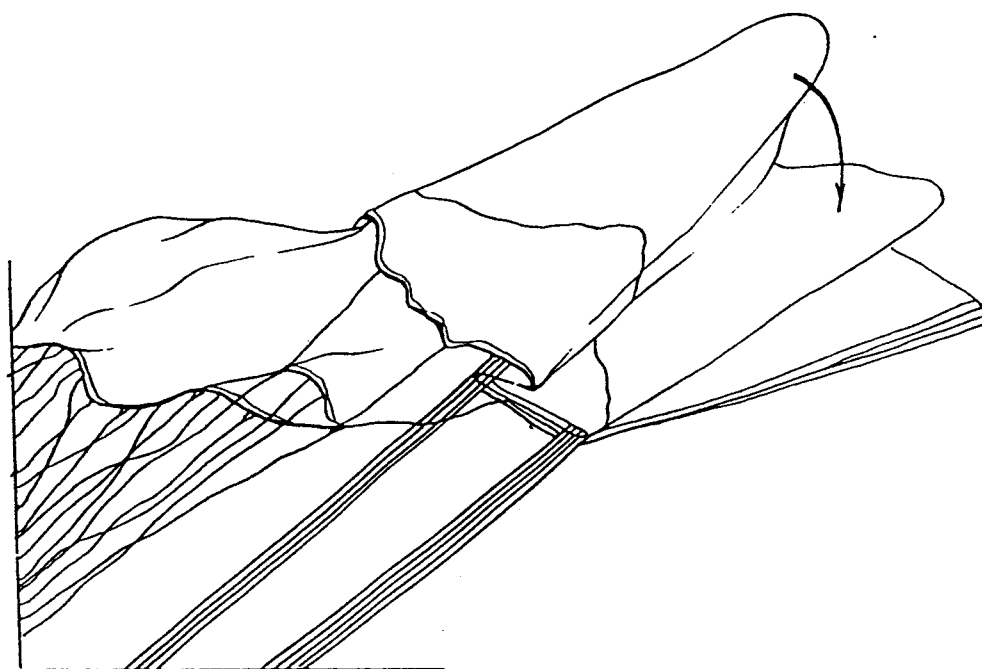
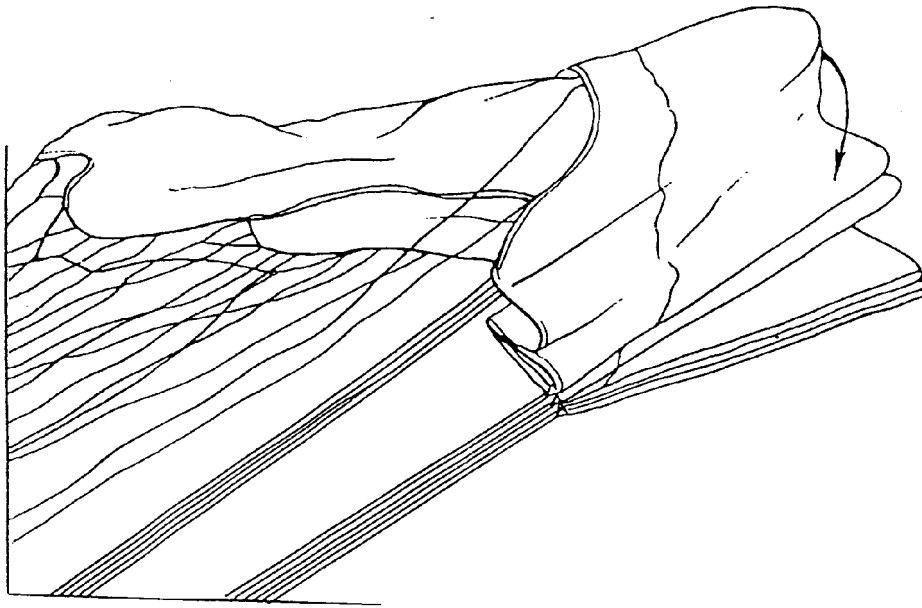

Рис.4
Рис. 5
- 2) таким же образом уложить полотнища напротив строп третьего (рис. 4) и четвертого рядов (рис. 5);